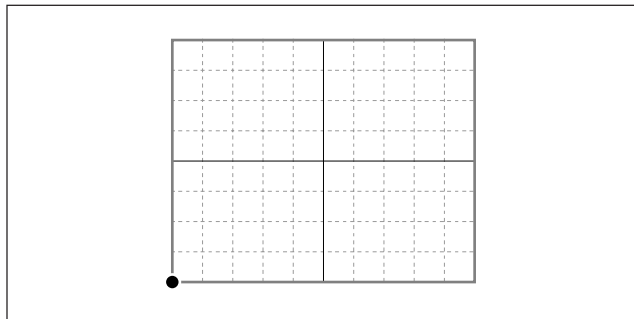

図4-3.
- ③ オシロスコープのTIME/DIVスイッチをX-Y MODEにします。
- ④ オシロスコープのCH1、CH2の偏向感度 (VOLTS/DIV) を0.2 V/DIVにします。
- ⑤ オシロスコープのCH1、CH2のINPUT COUPLINGスイッチをGNDに合わせ、信号がスクリーン左下にくるようにオシロスコープのPOSITIONを調整します。(図4-3参照)